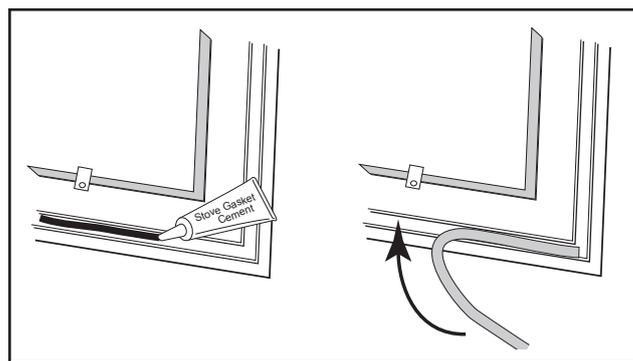

図3.3 シリコン又はセメントを入れ、ガスケットを定位置に押し込む。
5. きれいに掃除した溝の中に、切れ目のないよう約3mm幅にシリコン又はセメントを入れます。（図3.3）